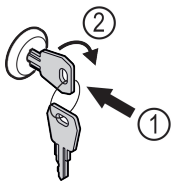

Fig. 171
- ▶ Пъхнете ключа Fig. 171 (1).
- ▶ Завъртете го на 90° по посока на часовниковата стрелка Fig. 171 (2).